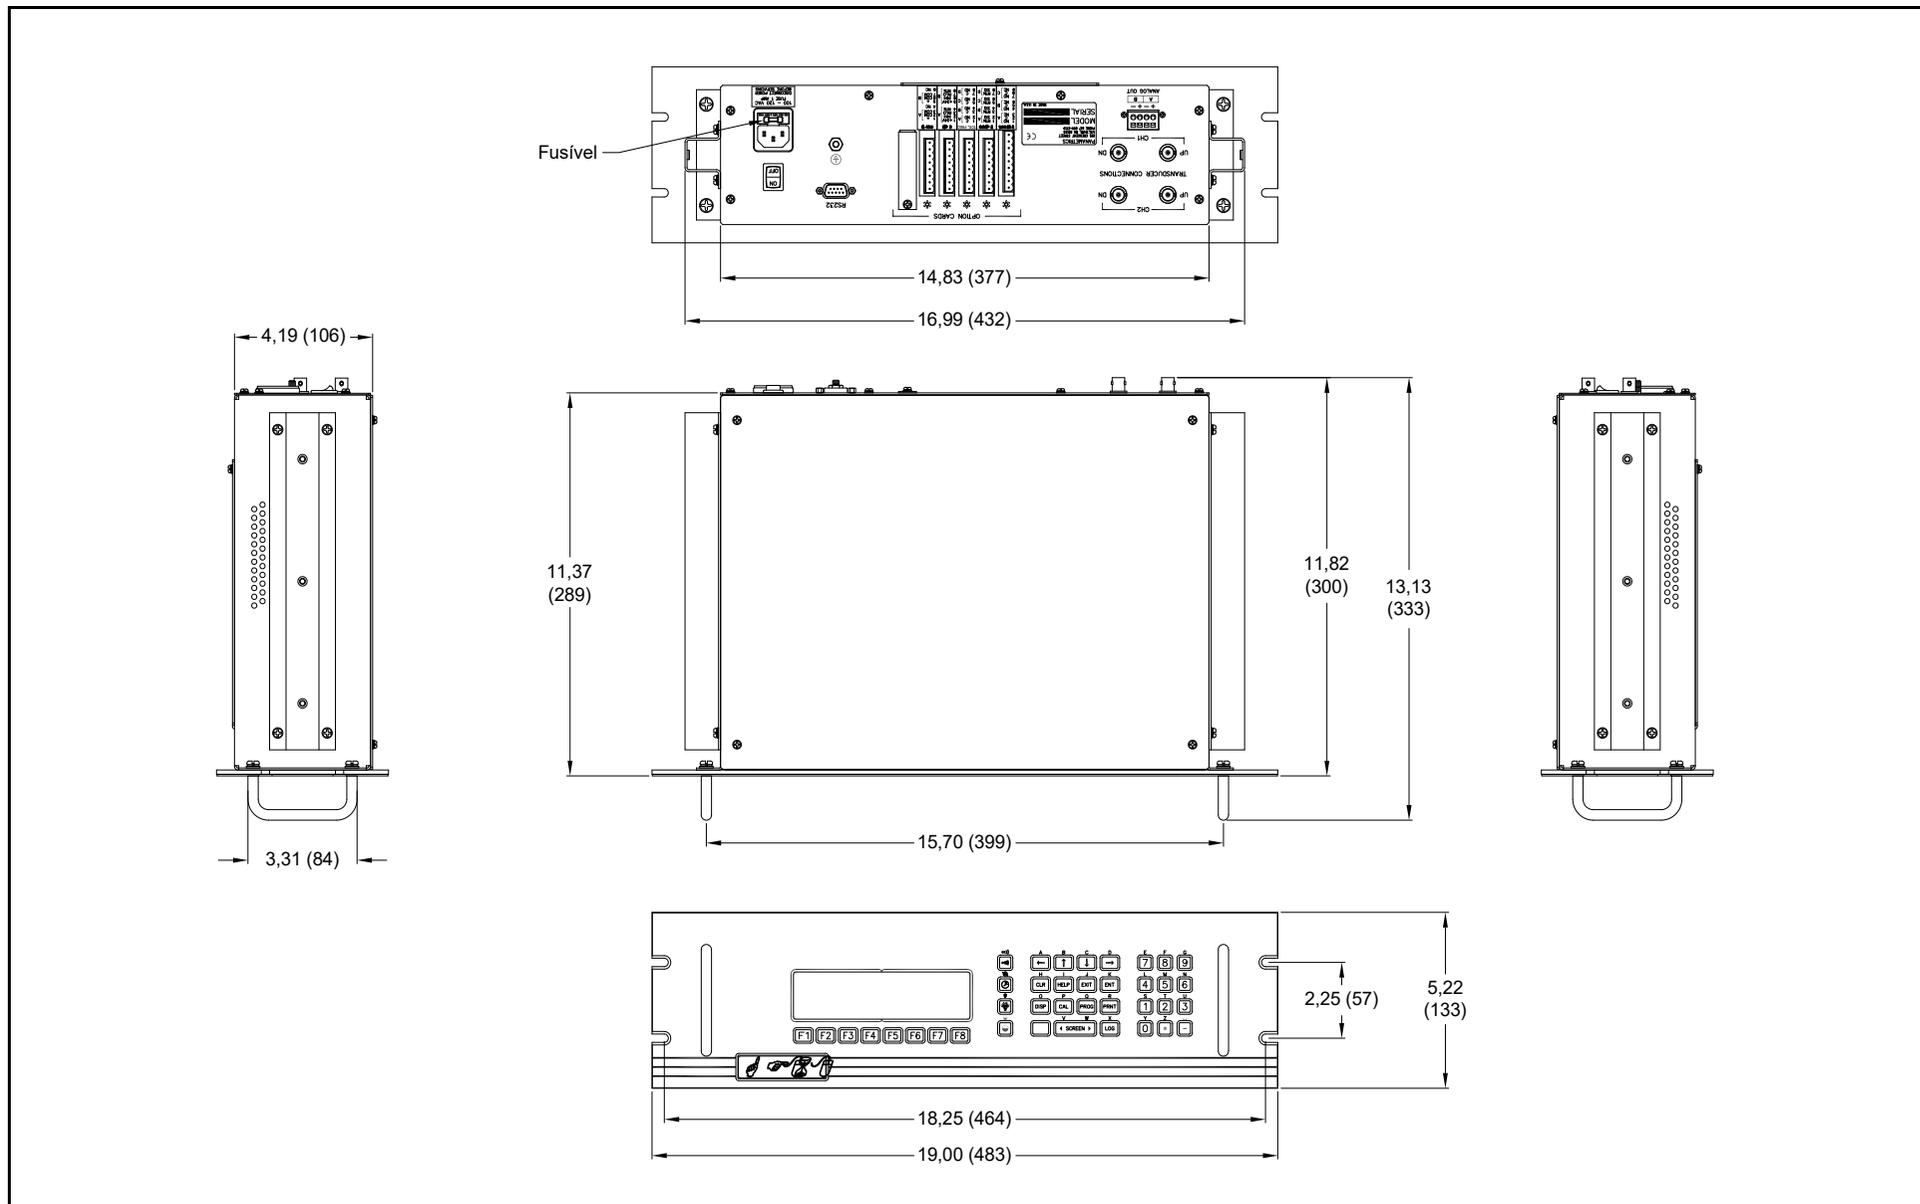
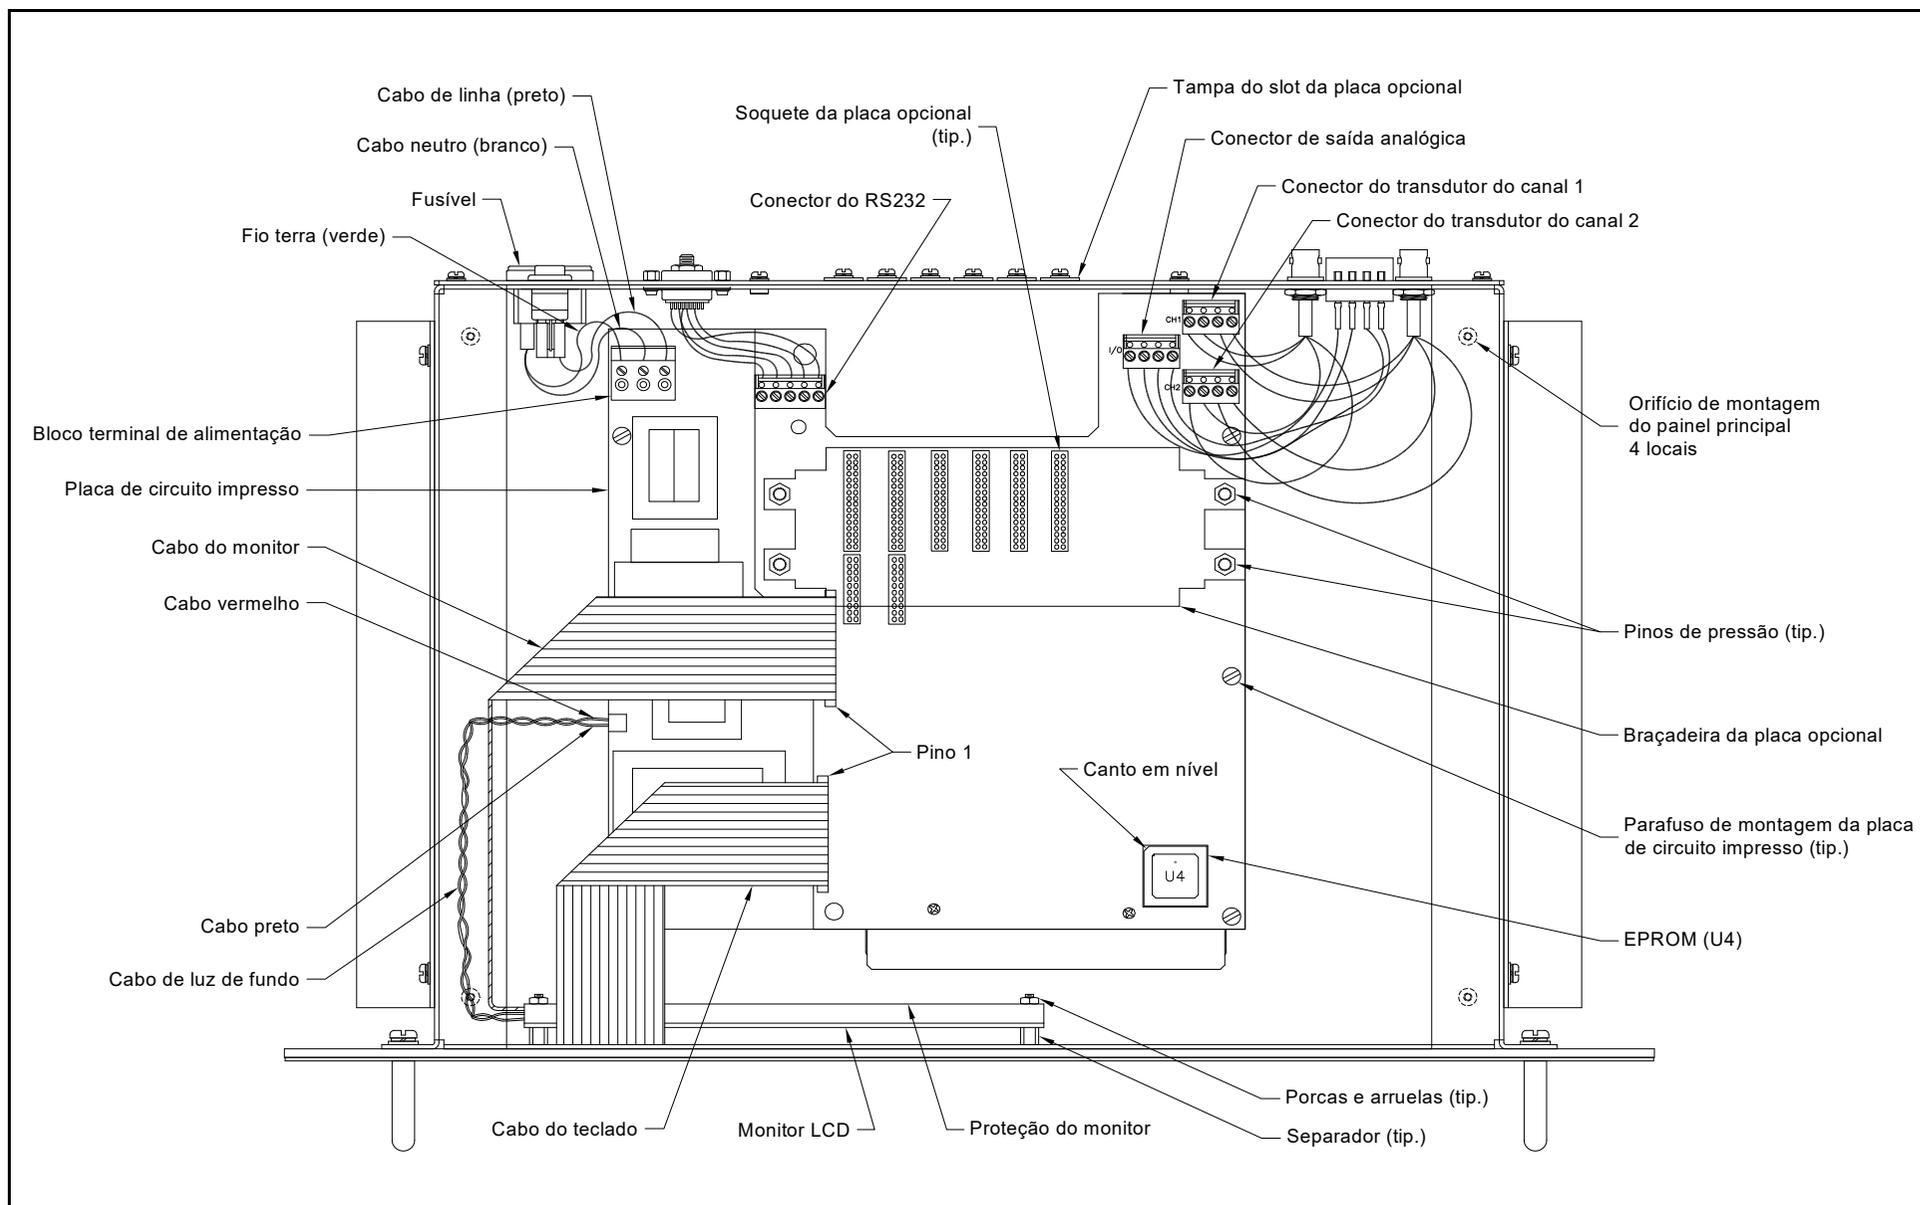

Figura B-1: Dimensões do gabinete para rack do modelo GF868 – (ref. Dwg #712-1076)
Figura B-2: Conjunto de console do modelo rack GF868 - (ref. Dwg #705-849)
Consulte a Figura B-1 na página B-8 e Figura B-2 na página B-9 para saber a localização dos componentes em questão durante a execução dos procedimentos a seguir. Se o painel superior do medidor não estiver acessível, a manutenção poderá ser realizada sem remover o medidor do rack. Do contrário, desfaça todas as conexões elétricas do painel traseiro e remova o medidor do rack para continuar.
Se for constatado que o fusível do modelo GF868 precisa ser substituído, consulte a Figura B-1 na página B-8 e Figura B-2 na página B-9 e execute as etapas a seguir:
Consulte a Figura B-2 na página B-9 e execute as seguintes etapas:
A substituição do EPROM pode ser necessária para substituir um chip defeituoso ou para atualizar para uma nova versão do software. Para substituir o EPROM, veja a Figura B-2 na página B-9 e execute as etapas a seguir:
Para substituir o monitor LCD, veja a Figura B-2 na página B-9 e execute as etapas a seguir:
5. Instale os conectores RS232, ANALOG OUT e TRANSDUCER na placa de circuito impresso nos locais indicados na Figura B-2 na página B-9. Verifique se os lados marcados do pino nº 1 dos conectores estão virados para a direita (lado do teclado) do gabinete.